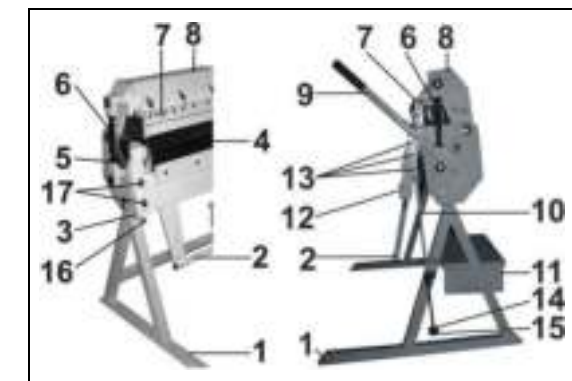

Рис. 3
8. ПОДГОТОВКА К РАБОТЕ И РЕГУЛИРОВКА (Рис. 3)
- 8.2.3. Зафиксируйте отрегулированный зазор между плитами болтами (17) на узлах регулировки (3) с левой и правой сторон.
9. ПОРЯДОК РАБОТЫ (Рис. 3)